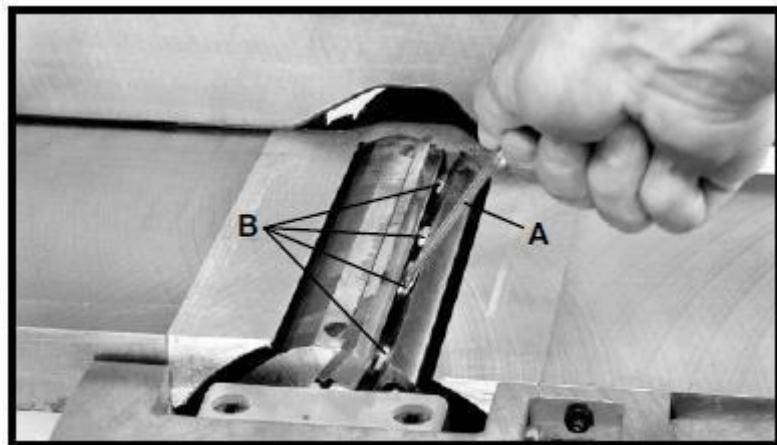

Рис. 46
2. Ключом (A), рис. 46, слегка ослабить четыре прижимных винта (B) в каждом ножевом пазу, вращая винты (B) по часовой стрелке. Ослабить далее винты (B), рис. 46, и снять нож и прижимную планку.
7. Продвинуть нож вниз как можно дальше и вращать каждый винт (B), рис. 46, против часовой стрелки достаточно для того, чтобы удерживать нож на своём месте. Поставить на место остальные два ножа тем же способа.
13. Вращать режущий вал рукой до тех пор, пока нож не будет в высшей точке на каждом конце режущего вала. Для подъёма ножа воспользоваться ключом (E), рис. 20, и поворачивать подъёмный винт по часовой стрелке до тех пор, пока нож слегка не коснётся поверочной линейки (J) на каждом конце и по центру режущего вала при нахождении ножа в своей высшей точке. Если нож отрегулирован правильно, затянуть четыре прижимных винта (B), рис. 46, вращая их против часовой стрелки.